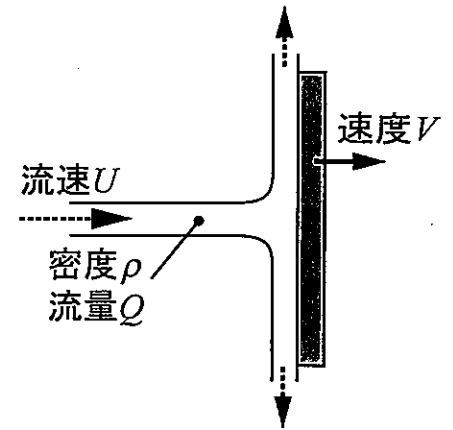

図2
- (2) 図2に示すように大気中において、密度 ρ の流体が、流速 U 、流量 Q で噴流となって、速度 V で移動する平板に衝突している。このとき、平板から見た相対座標系では、流体は平板に沿って流出していた。次の問いに答えよ。ただし、重力と粘性の影響は無視する。